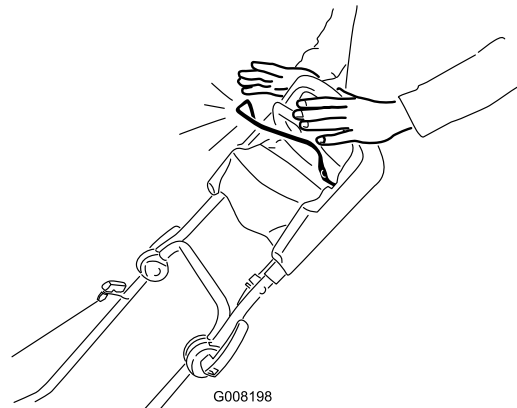

Figura 16
1. Suelte la barra de control de la cuchilla (Figura 16).